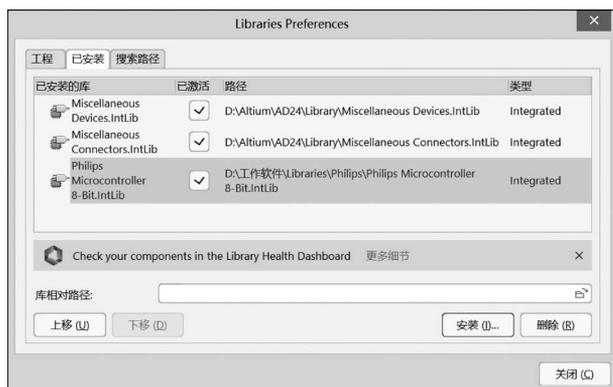

图 3.5 加载 Philips Microcontroller 8-Bit. IntLib 后的 Libraries Preferences 对话框
(3) 单击“打开”按钮，就把选中的库加载到电路原理图编辑器中了。加载 Philips Microcontroller 8-Bit.IntLib 后的 Libraries Preferences 对话框如图 3.5 所示。
在如图 3.5 所示的 Libraries Preferences 对话框中，选中需要卸载的库，单击“删除”按钮，可将选中的库从电路原理图编辑器中卸载。